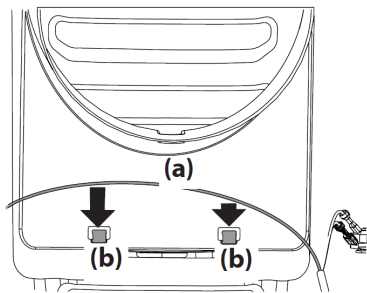

Figure 12
- ヘッドライトハーネス (a) をプレナム前面の2つのガイド (b) に固定します。図12参照。